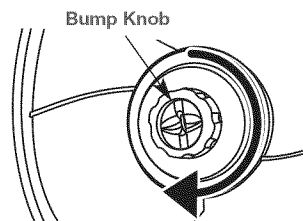

Fig. 14
- Gire la perilla percusiva en el sentido de las agujas del reloj hasta que toda la línea pase al cabezal de corte (Fig. 14).
- Sujete la cubierta de la bobina y dele vuelta a la perilla en el sentido de las agujas del reloj para enrollar la línea sobre la bobina, hasta que sobresalgan 5 pulg. (12.7 cm) a cada lado del cabezal de corte. (Fig. 14)